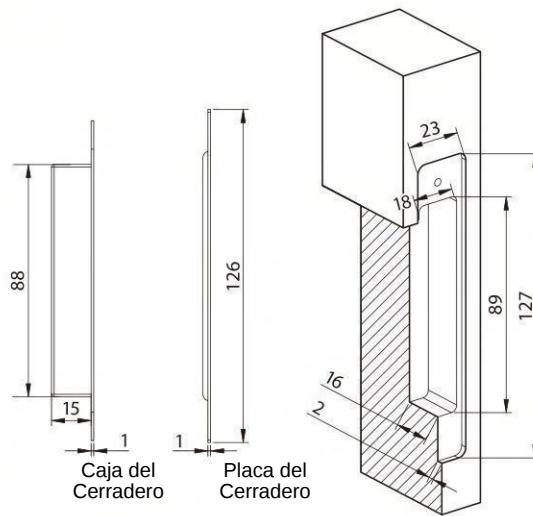

Fig.2
1. Perfore el orificio para la caja del cerradero como se muestra en las Fig.2 y Fig.3. Profundidad requerida: 15mm, longitud: 126mm.
2. Instale la placa del cerradero como se muestra en la Fig.2: ancho 23mm, longitud 127mm.